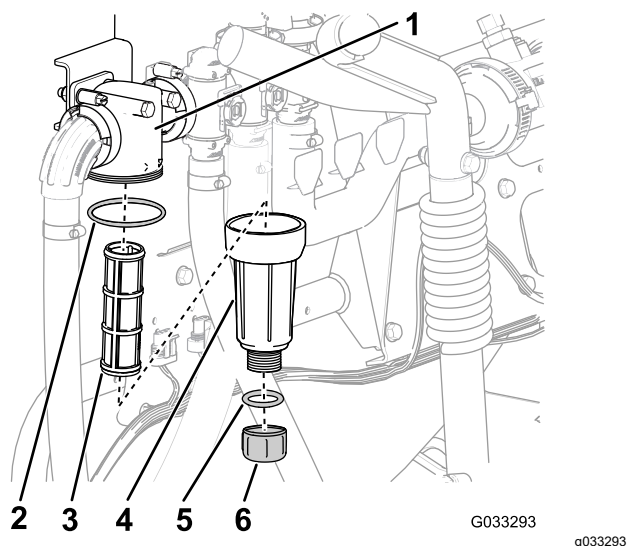

Figure 60
- Placez un bac de vidange sous le filtre de pression (Figure 60).
3. Tournez le bouchon de vidange dans le sens antihoraire et déposez-le de la cuvette du filtre de pression (Figure 60).
4. Tournez la cuvette dans le sens antihoraire et déposez la tête du filtre (Figure 60).
5. Retirez l'ancien élément du filtre de pression (Figure 60).
6. Contrôlez l'état et l'usure du joint torique du bouchon de vidange (à l'intérieur de la cuvette) et du joint torique de la cuvette (à l'intérieur de la tête du filtre) (Figure 60).
7. Placez le nouvel élément filtrant dans la tête du filtre de pression (Figure 60).
8. Vissez la cuvette sur la tête du filtre et serrez-la à la main (Figure 60).
9. Vissez le bouchon sur la cuvette à la main (Figure 60).